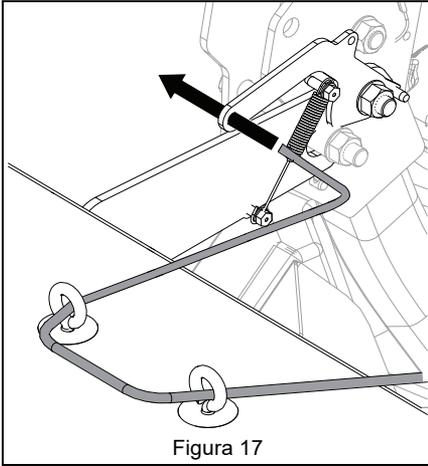

Figura 17
3. Guíe la cuerda por el ojo del brazo de la embolsadora y haga un nudo. Consulte Figura 17.